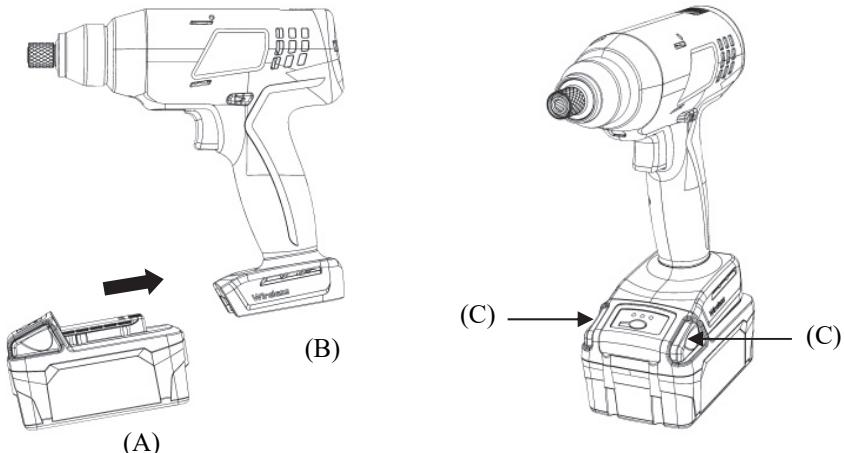

Fig. 1
Instalar la batería: Presione la batería (A) sobre la herramienta (B) hasta que encaje en su lugar. (Ver Fig. 1)
Extraer la batería: Libere los pestillos de la batería (C) y extraígala (A) de la herramienta (B). (Ver Fig. 1)